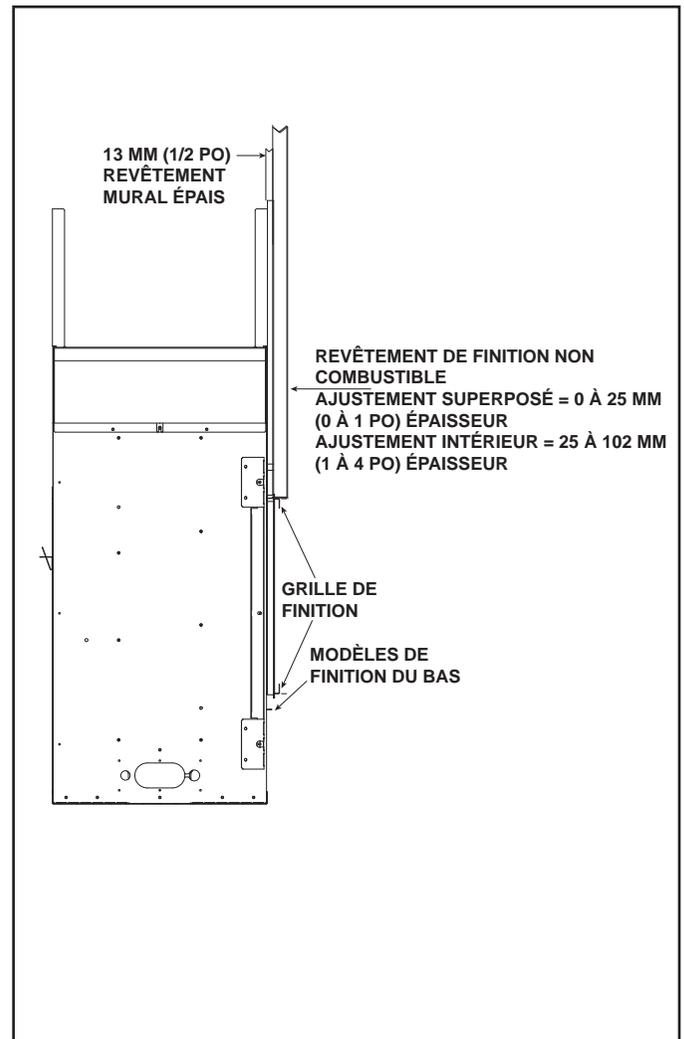

Figure 10.2 Finition et matériaux de revêtement - modèles à un côté
L'épaisseur du matériau de revêtement décoratif est mesurée à partir de la façade du panneau incombustible installé. Voir les figures 10.2 et 10.3.
Les façades pour cet appareil sont compatibles avec des matériaux incombustibles. Voir les Figures 10.2 et 10.3.
L'installation des matériaux de finition finale peut s'effectuer soit par la méthode d'ajustement « superposé » ou « d'ajustement intérieur », selon le type de devanture décorative à être installée. Voir les figures 10.2 et 10.3. L'ajustement superposé des façades/devantures décoratives inclut la Façade Picture Frame. La façade Clean Face Trim (CFT) peut être d'ajustement intérieur ou superposé. Voir le tableau 1.
1. Retirer le bas du modèle de finition du panneau d'accès inférieur. Vérifiez que les protections de finition installées en usine sont bien en place pour assurer que les matériaux de finition n'atteignent pas l'ouverture du foyer. Voir les figures 10.2 et 10.3.
- Retirer le bas du modèle de finition du panneau d'accès inférieur. Vérifiez que les protections de finition installées en usine sont bien en place pour assurer que les matériaux de finition n'atteignent pas l'ouverture du foyer. Voir les figures 10.2 et 10.3.